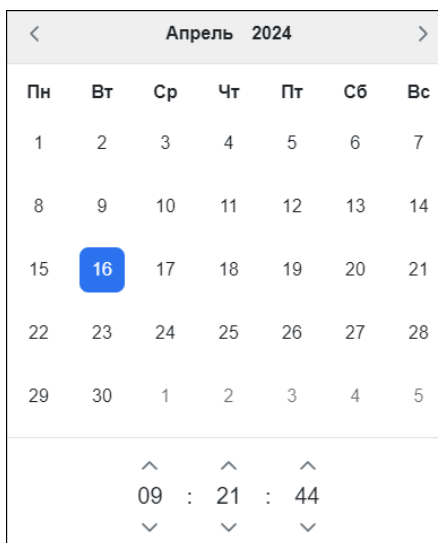

Рисунок 9 – Всплывающий календарь
**Дата и время** – строка для установки даты/времени. Вы можете выбрать дату и время из всплывающего календаря (Рисунок 9 – Всплывающий календарь).